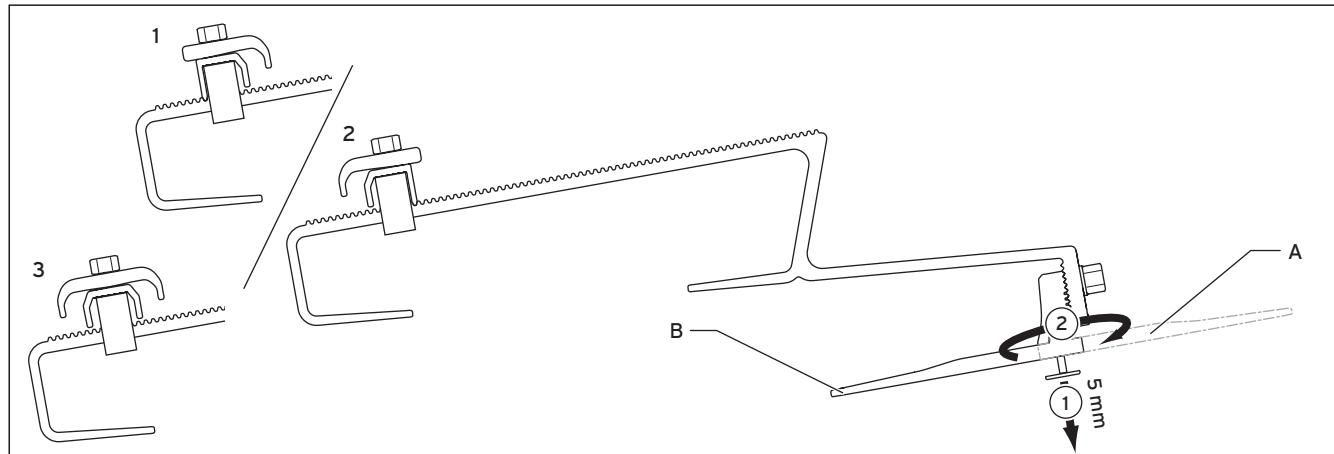

Рис. 5.3 Покрівельний анкер тип Р
2. Розташуйте покрівельний анкер. При цьому звертайте увагу на правильну позицію верхнього, середнього та нижнього покрівельних анкерів (див. рис. 5.3).
6. Знову посуньте черепицю на свою первісну позицію. При необхідності за допомогою молотка вирубайте перекладку на нижньому боці черепиці (A) або відповідно на верхньому (B), для того щоб черепиця щільно прилягала.
- Повісьте покрівельний анкер на латуванні даху. При цьому зверніть увагу на правильну позицію верхнього, середнього та нижнього покрівельних анкерів (див. рис. 5.3).
- Розташуйте покрівельний анкер. При цьому зверніть увагу на правильну позицію верхнього, середнього та нижнього покрівельних анкерів (див. рис. 5.3).
4. Середню гайку розташуйте так, щоб після насаджування верхньої частини анкера передня зона покриття знаходилась на покрівлі. При цьому звертайте увагу на правильну позицію верхнього, середнього та нижнього покрівельних анкерів (див. рис. 5.3).